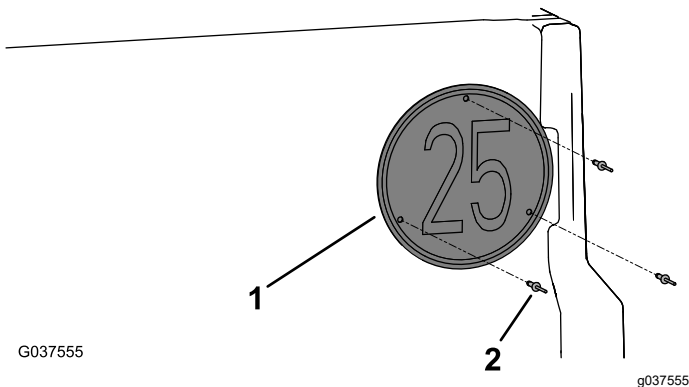

Figura 18
4. Instale la placa de velocidad en el portón trasero con 3 remaches ciegos (3/16" x 15/16"), como se muestra en la Figura 18.